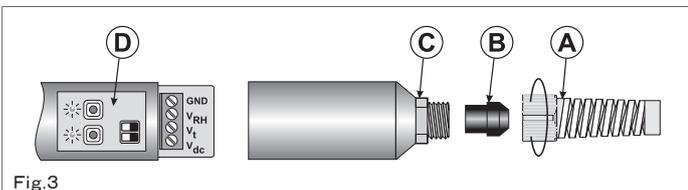

Fig.3
1. グロメット“A”のネジをゆるめ(Fig.3参照)、ケーブルがねじれないように保持して、ゴムパッキンを外し、本体端末の六角ナット部をゆるめます。